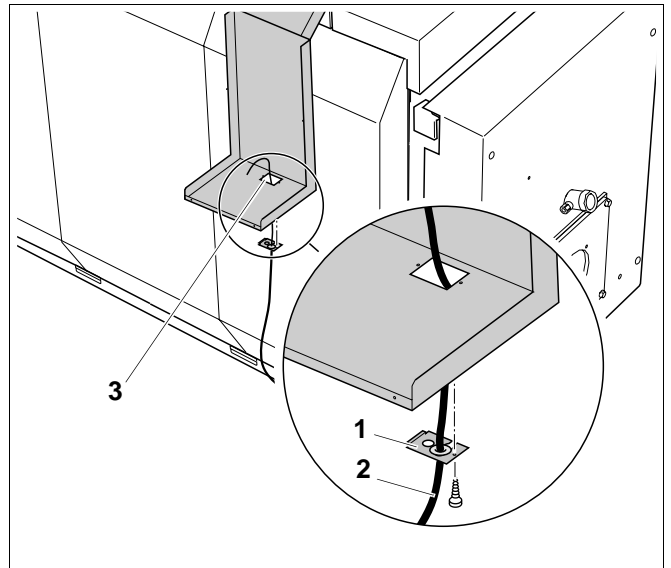

Abb. 2 Brennerkabel verlegen und Abdeckblech montieren
- Brennerkabel (Abb. 2, **Pos. 2**) außen von unten durch die Aussparung im Trägerboden (Abb. 2, **Pos. 3**) zum Regelgerät führen, Zugentlastung (Abb. 2, **Pos. 1**) in das Abdeckblech einsetzen und Abdeckblech verschrauben.